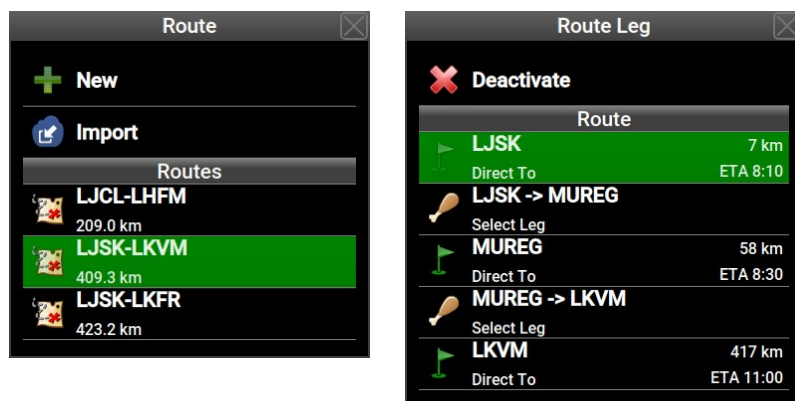

Figure 31: Routenauswahl- und Aktivierungsfenster (links) und Routenplan (rechts).
- Wenn keine Route aktiv ist, öffnet Nesis das Routenauswahlfenster. Siehe Abbildung 31 links. Das Fenster ermöglicht das Erstellen einer Route. Importieren einer Route von einem USB-Stick oder Auswahl einer vorhandenen Route aus einer Liste.
- Wenn bereits eine Route aktiv ist, öffnet Nesis das Routenbearbeitungsfenster. Siehe Abbildung 31 rechts.
Wenn keine Route aktiv ist, öffnet sich ein Fenster, wie in Abbildung 31 links gezeigt. Routen sind alphabetisch sortiert. Der Name der Route wird normalerweise aus dem Start und Landeflugplatz definiert.
- Wählen Sie die Option *New* aus Abbildung 31 links.
- Setzen Sie den Stick in Nesis ein und wählen Sie den Befehl *Import* (*Importieren*). Siehe Abbildung 31.
Wenn der Befehl *Route* ausgegeben wird und eine Route bereits aktiv ist, erscheint ein anderes Fenster. Siehe Abbildung 31 rechts.